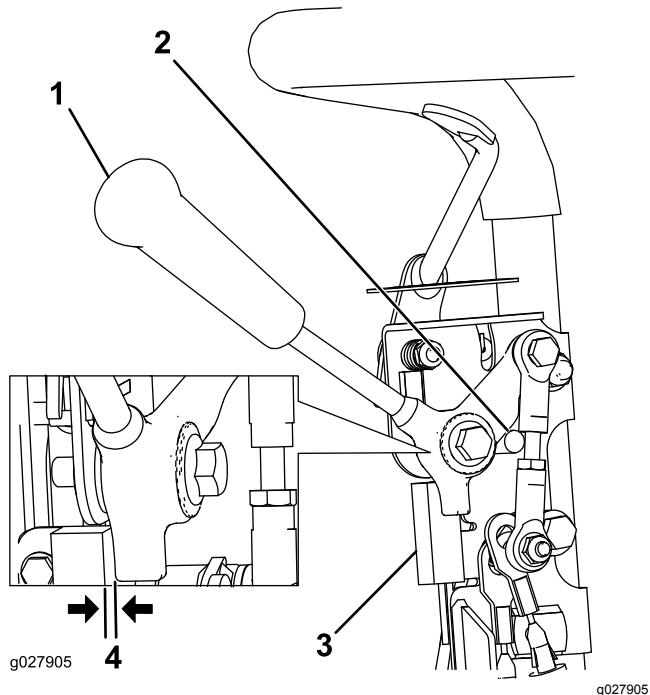

Figura 31
- Asegúrese de que el motor está parado y de que la palanca de tracción está desengranada y apoyada en el tope de punto muerto (Figura 31).
- Afloje las fijaciones de montaje del interruptor de seguridad (Figura 31).
- Coloque un suplemento de 0.8 mm de grosor entre la palanca de tracción y el interruptor de seguridad (Figura 31).